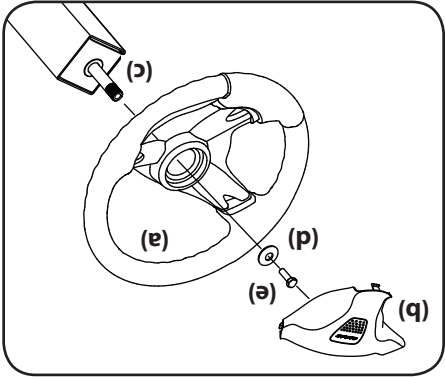

Figure 2-7
1. La boulonnerie nécessaire à l'installation du volant (a) a été placée sous le capuchon du volant (b). Ouvrez soigneusement le capuchon du volant (b) pour sortir le sachet de boulonnerie. Voir la Figure 2-7.
3. Placez la rondelle plate et la rondelle Belleville (d) sur l'arbre de direction. Maintenez-les avec une vis hex. Voir la Figure 2-7.
4. Placez le capuchon du volant (b) au milieu du volant et appuyez jusqu'à ce qu'il s'emboîte. Appuyez jusqu'à ce qu'il s'emboîte. Voir la Figure 2-7.